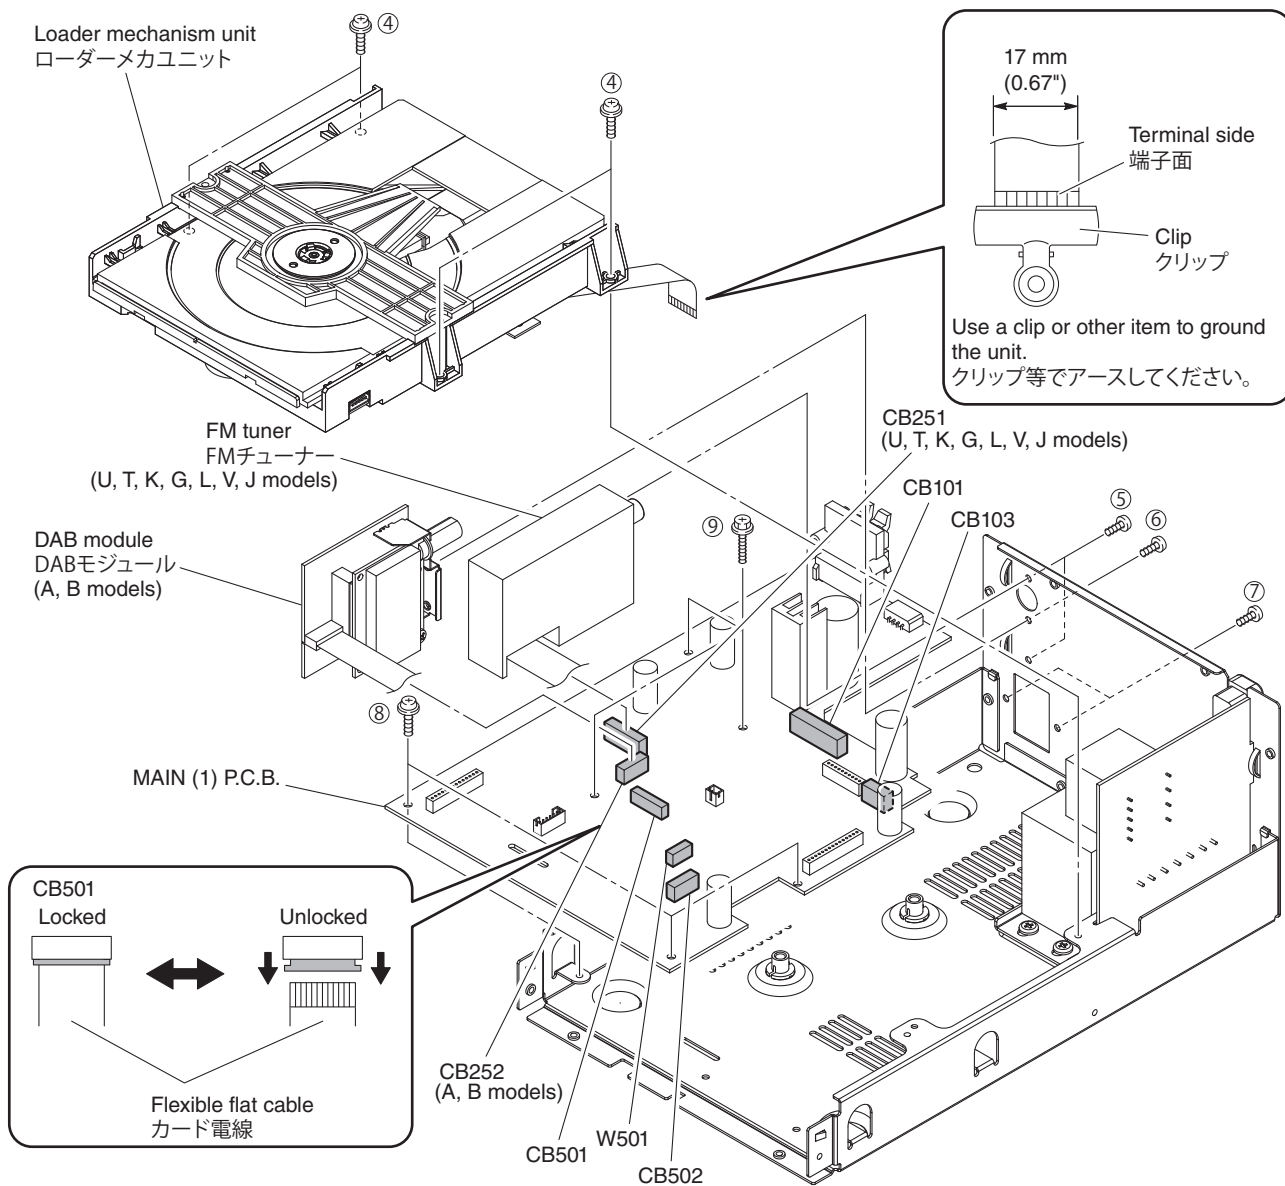

Fig. 2
- Remove 4 screws (④). (Fig. 2)
- Remove CB502 and W501. (Fig. 2)
- Unlock and remove CB4 and ground the terminal side of the flexible flat cable with a clip or the like. (Fig. 2)
- Remove the loader mechanism unit. (Fig. 2)
- Remove 2 screws (⑤). (Fig. 2)
- Remove CB251. (Fig. 2)
- Remove the FM tuner. (Fig. 2)
- Remove 2 screws (⑥). (Fig. 2)
- Remove CB252. (Fig. 2)
- Remove the DAB module. (Fig. 2)
- Remove 2 screws (⑦), 3 screws (⑧) and 3 screws (⑨). (Fig. 2)
- Remove CB101 and CB103. (Fig. 2)
- Remove the MAIN (1) P.C.B.. (Fig. 2)
- ④のネジ4本を外します。(Fig. 2)
- CB502、W501を外します。(Fig. 2)
- ロックを解除してCB501を外し、カード電線の端子面をクリップ等でアースします。(Fig. 2)
- ローダーメカユニットを取り外します。(Fig. 2)
- ⑤のネジ2本を外します。(Fig. 2)
- CB251を外します。(Fig. 2)
- FM チューナーを取り外します。(Fig. 2)
- ⑦のネジ2本、⑧のネジ3本、⑨のネジ3本を外します。(Fig. 2)
- CB101、CB103を外します。(Fig. 2)
- MAIN (1) P.C.B.を取り外します。(Fig. 2)